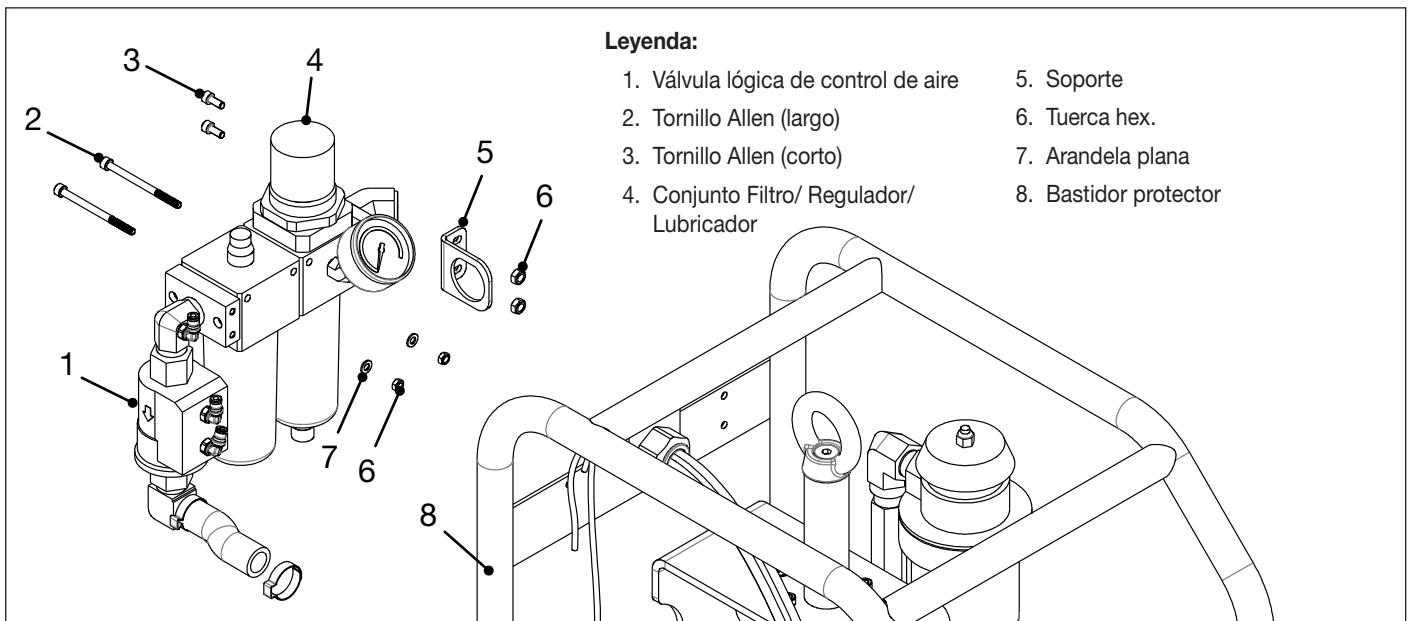

Figura 16: Filtro/regulador/lubricador, válvula lógica de control de aire y tornillería de montaje
4. Retire los dos tornillos Allen que fijan el conjunto de filtro/regulador/lubricador al bastidor protector. Véase Figura 16.
5. Retire los dos tornillos Allen que fijan el soporte al bastidor protector. Véase Figura 16.
21. Fije el conjunto de filtro/regulador/lubricador al bastidor protector con dos tornillos, arandelas planas y tuercas hexagonales. Aplique Loctite 243 a las roscas de los tornillos y apriételos a un torque de 55- 65 in-lbs [6.2-7.3 Nm]. Véase Figura 16.
22. Fije el soporte al bastidor protector con dos tornillos y tuercas hexagonales. Aplique Loctite 243 a las roscas de los tornillos y apriételos a un torque de 55- 65 in-lbs [6.2-7.3 Nm]. Véase Figura 16.